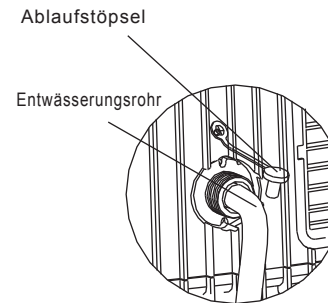

Abb. 22
- Entfernen Sie den Gummistöpsel an der Rückseite des Geräts und schließen Sie den Ablaufschlauch an. Legen Sie das offene Ende des Schlauchs direkt über einem Ablauf Ihres Fußbodens (Abb. 22 und 23).